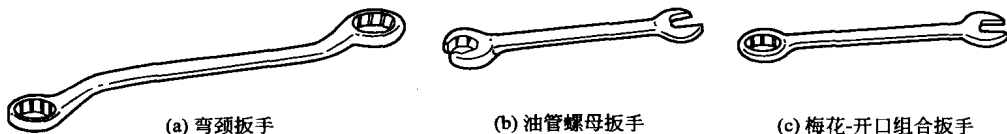

图 2-17 梅花扳手的类型
(2) 梅花扳手。如图 2-17 所示, 梅花扳手有 3 种类型: 弯颈扳手、油管螺母扳手和梅花-开口组合扳手。其功能如下:
① 梅花扳手比普通扳手易于使用, 因为它完全包住了螺栓或螺母的顶端, 且扳手长, 可以获得更大的扭矩。
② 油管螺母扳手在头部切去一块, 用来拧紧化油器的连接管路、燃油泵的连接管路以及类似管路的螺母。